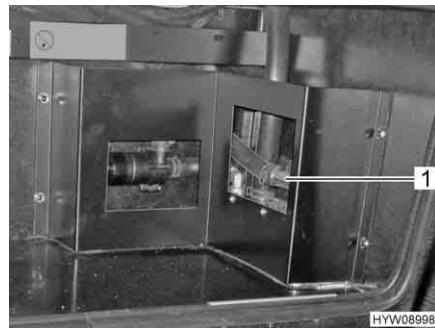

Fig. 136 Scambiatore di calore (Alde)
**Accensione:** ■ Posizionare la maniglia (Fig. 136,1) del rubinetto di chiusura parallelamente alla tubazione.
**Spegnimento:** ■ Posizionare la maniglia (Fig. 136,1) del rubinetto di chiusura verticalmente rispetto alla tubazione.